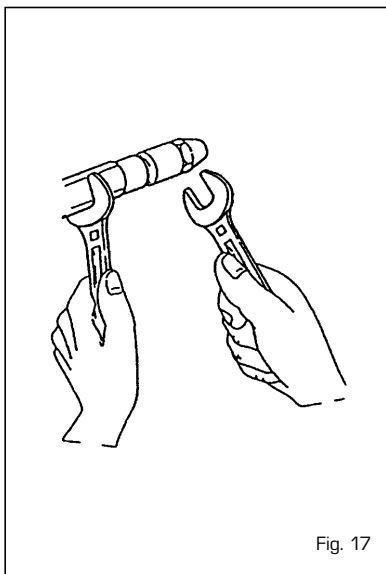

Fig. 17
- Bloquear el porta inyectores utilizando una llave n° 19 y destornillar el inyector con una llave n° 16 (fig. 17).